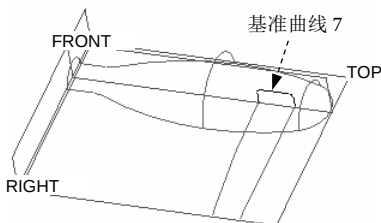
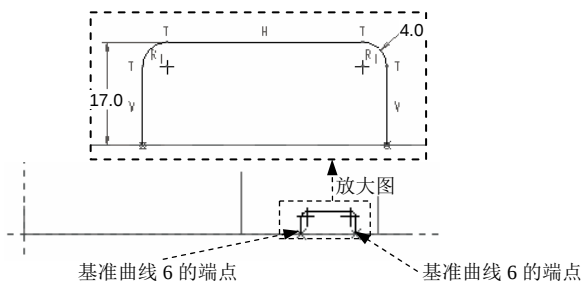

图 6.7.47 创建基准曲线 7
图 6.7.48 截面草图
Step14. 创建图 6.7.47 所示的基准曲线 7。
- (1) 单击“草绘”按钮.
- (2) 定义草绘截面放置属性: 设置 **FRONT** 基准平面为草绘平面; 采用默认的草绘视图方向; **RIGHT** 基准平面为草绘平面的参考, 方向为 **右**; 单击 **草绘** 按钮。
- (3) 接受默认草绘参考, 再选取基准曲线 6 的端点为草绘参考, 然后绘制图 6.7.48 所示的截面草图, 完成后单击  按钮。